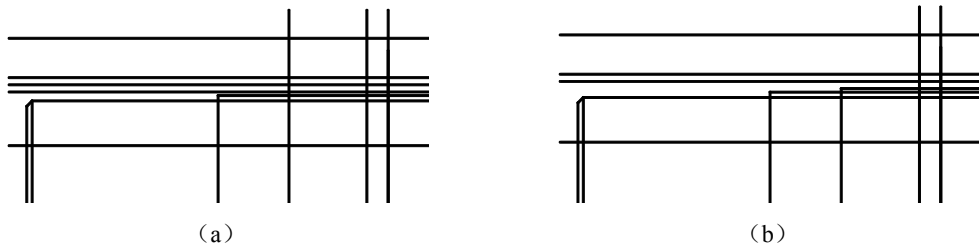

图 11-13 修剪水平线
圆角工具, 或选择“修改”菜单中的“圆角”项, 也可以从命令行输入 FILLET。结果如图 11-13 (a) 所示。
(2) 修剪中心线上面第三根水平线。使用圆角工具, 结果如图 11-13 (b) 所示。
(3) 修剪中心线上面第五根水平线。由于它的修剪位置在图 11-13 中并不清楚, 所以必须进行窗口的变化。